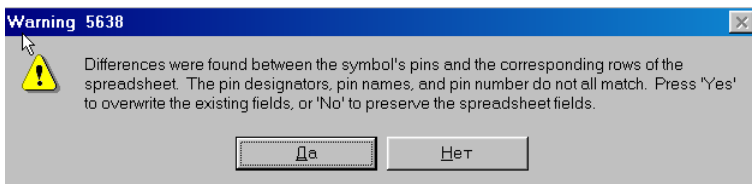

Рис. 2.2. Предупреждение о несогласованности указателей, имен и номеров выводов
8. Для выбора символа, помещаемого на схему, нажмите кнопку **Select Symbol**, и в окне **Library Browse** выберите из списка нужный символ для компонента. В данном случае – это символ резистора. После нажатия кнопки **ОК** в данном окне может появиться предупреждение о несоответствии указателей, номеров и имен выводов (рис. 2.2). Нажмите кнопку **Да** для перезаписи существующих полей в электронной таблице.